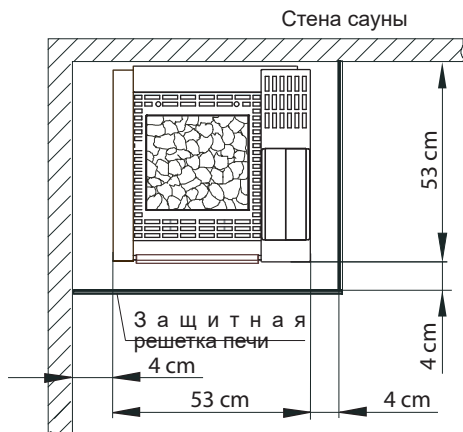

Рис.1
Рис.1а
- При монтаже саунной печи надлежит следить за тем, чтобы расстояние по вертикали между верхним краем саунной печи и потолком сауны составляло не менее 105 см, а горизонтальное (боковое) расстояние между печью и стенкой кабины - не менее 4 см (Рис. 1).